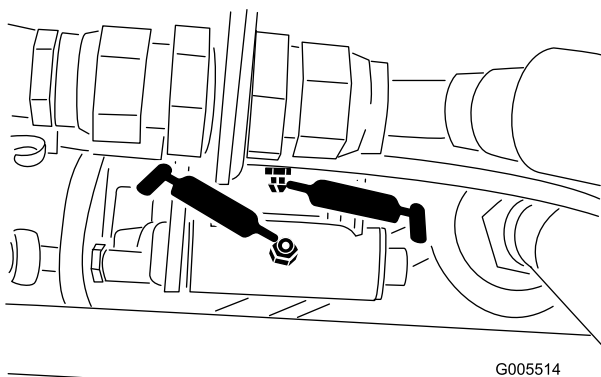
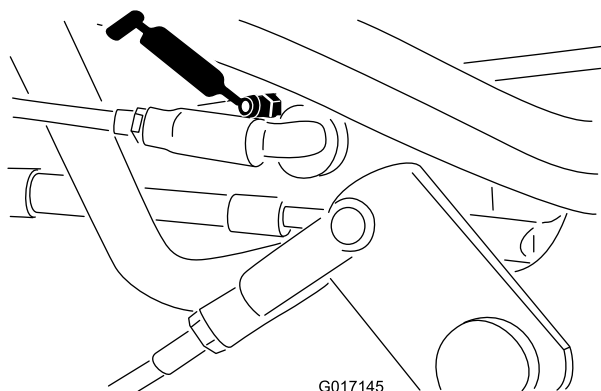

Figura 34
Figura 35
- Articulação do seletor de velocidade (Figura 34 e Figura 35)